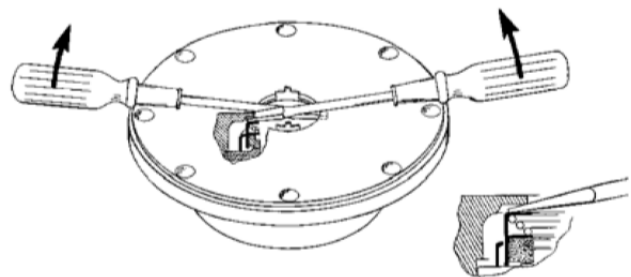

Figura 5 – Desmontaje del sello mecánico
8. Retire los tornillos prisioneros del cabezal (21). Apalanche delicadamente el cabezal para alejarlo del cilindro.
9. Deslice el cabezal para quitarlo del eje. El O-ring del cabezal (72), el rodamiento (24) y el sello mecánico (153) se saldrán junto con el conjunto del cabezal. Retire y deseche el O-ring del cabezal.
- a. Extraiga el rodamiento (24) del alojamiento en el cabezal.
- b. Para retirar el sello mecánico, utilice dos destornilladores contra la cara posterior de la camisa del sello de modo de empujar delicadamente el sello para quitarlo del cabezal (consulte la figura 5). Tenga cuidado al colocar los destornilladores para evitar daños a las caras del sello. Retire y deseche los O-rings del sello.